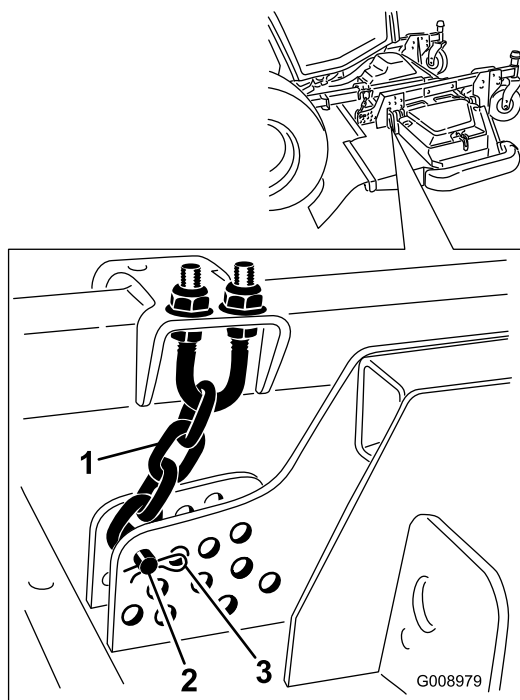

Figura 20
9. Retire o perno de gancho e passador de forquilha que fixam as correntes da altura de corte à traseira da unidade de corte (Figura 20).